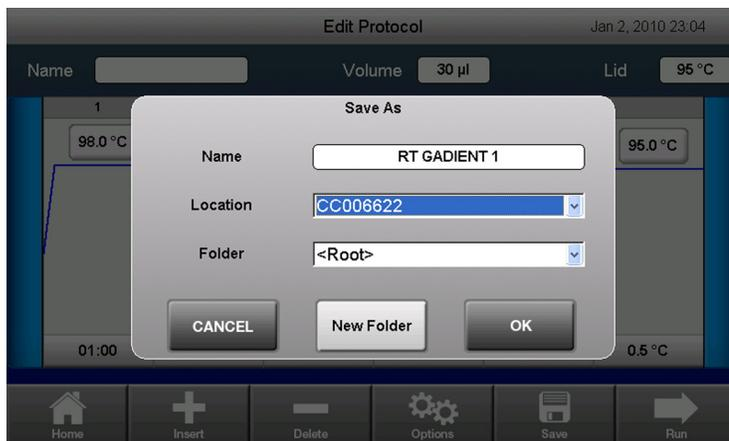

Рис. 39. Окно Сохранить как.
- После создания протокола можно его сохранить. При касании кнопки **Save (Сохранить)** будет выведено окно **Save as (Сохранить как)**, в которое можно ввести имя (Name), и указанные местоположение (Location) и папку (Folder) (Рис. 39). Выберите **OK**, чтобы сохранить протокол.